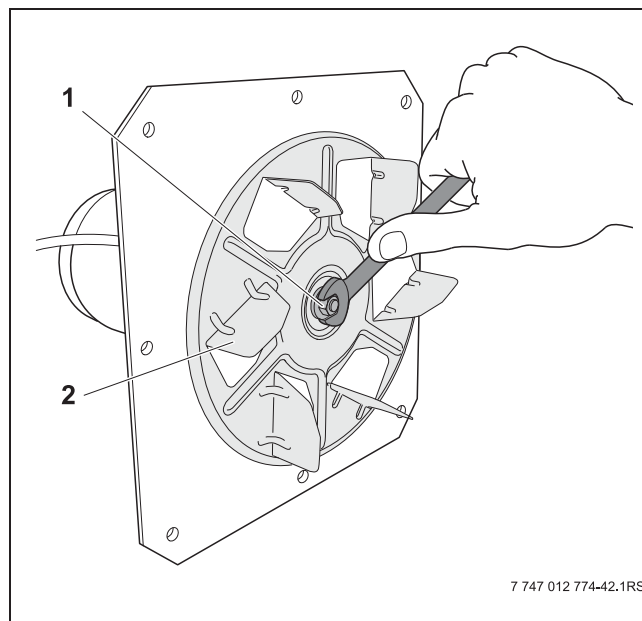

Figura 34 Verificarea fixării rotorului cu pale al suflantei
- Verificați fixarea rotorului (-> figura 34, poz. 2) și strângeți eventual piulița centrală (filet pe stânga) (-> figura 34, poz. 1) cu o cheie fixă de 10 mm. În acest sens, rotiți piulița centrală spre stânga pentru strângere.